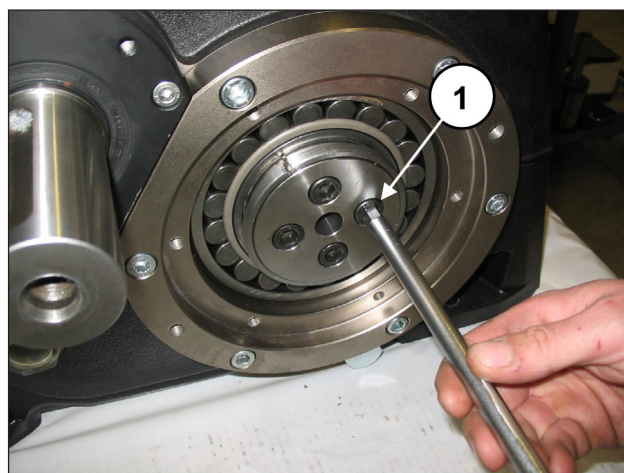

Abb. 88
Drehen Sie die zwei Buchsenflansche mit den 4+4 Schrauben M12x25 an die Kurbelwelle (Pos. ①, Abb. 88).